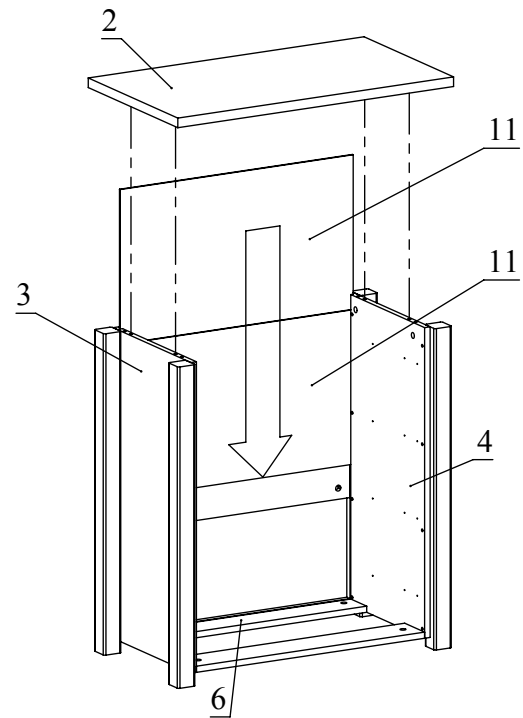

Рис.6
4. Последовательно вставьте детали 11, соединив их профилем соединительным для ДВП, в пазы деталей 3,4 и 6. Затем соедините деталь 2 с деталями 3,4 и затяните головки минификсов. (Рис. 6)